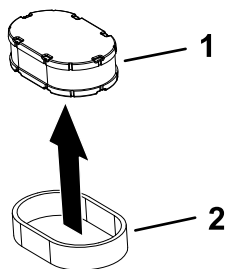

**Figura 38**
3. Instale a cobertura e prenda-a com os trincos (Figura 38).